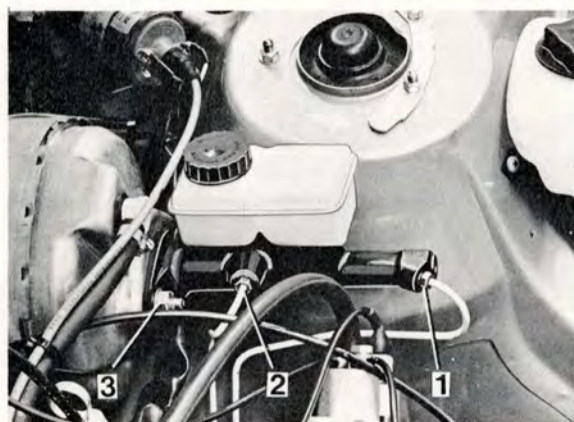

Bild 5-5. Huvudcylindern
Placera ett skydd över skärmen samt trasor under cylindern som skydd för lackeringen vid ev. bromsvätskespill. Skruva loss bromsrörens anslutningar (1 och 2 bild 5-5), samt montera plastpluggar. Därefter demonteras fästmuttrarna (3) och cylindern kan tas bort.